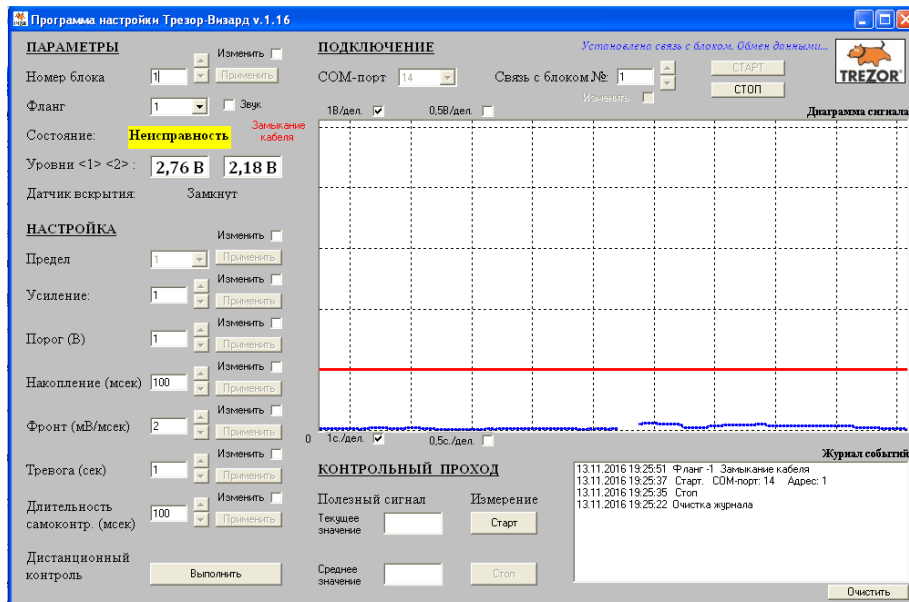

Рис.6
4.2.1. Установите соединение с изделием. Выберите фланг. Проверьте состояние фланга на отсутствие неисправностей и повреждений (табл.1 «Состояние»). При их наличии (рис.6) примите меры к устранению.